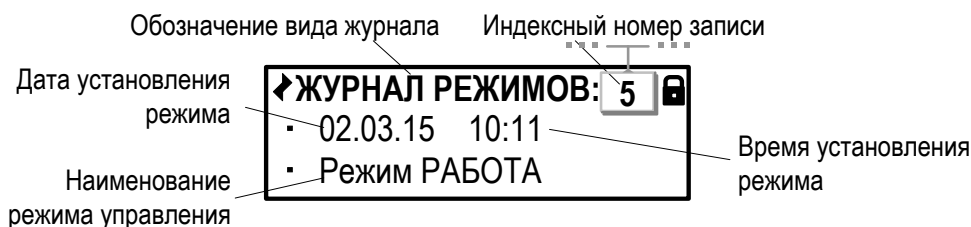

Рис.46. Вид окна индикации «Журнала режимов».
8.3.5. Изменение режима фиксируется в **Журнале режимов** (рис.46).